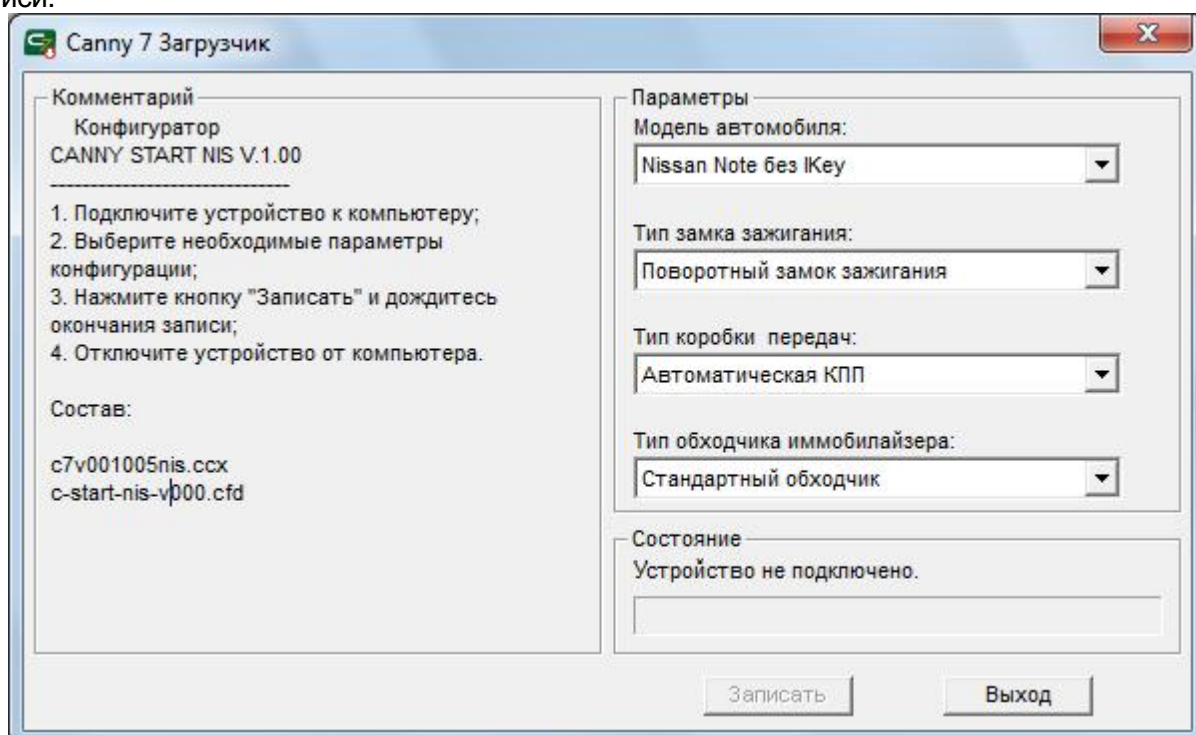

Рисунок 1. Окно задания конфигурации контроллера.
- 2.3. Запустите приложение-конфигуратор и в открывшемся окне (смотри рисунок 1), выберите модель автомобиля и установите требуемые параметры работы контроллера, выбрав соответствующие значения из списков.